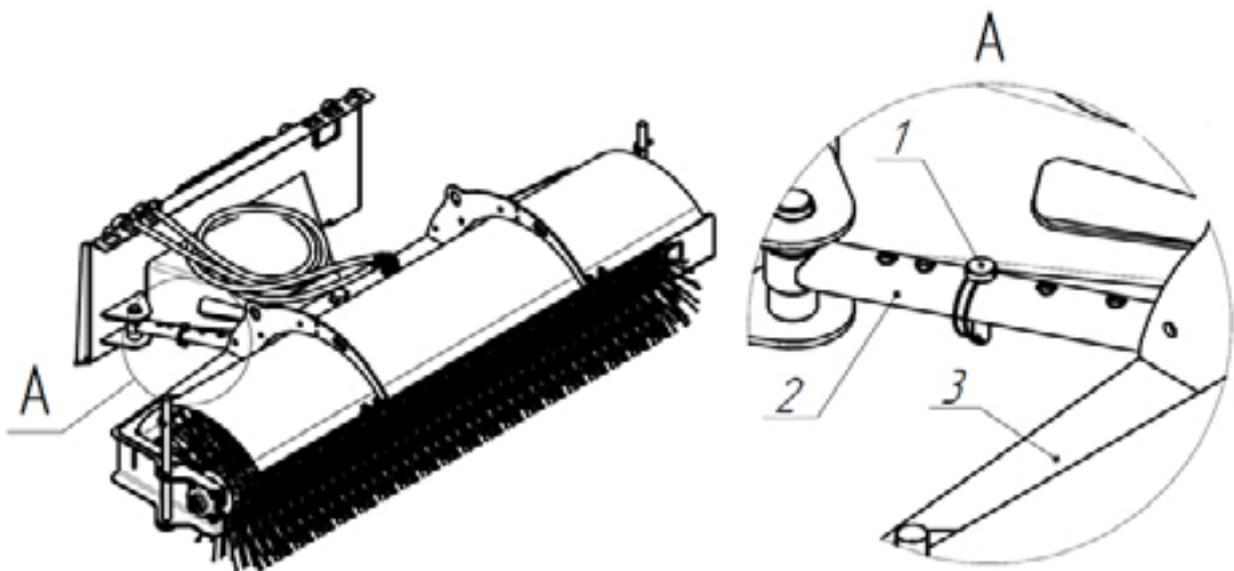

Рис. 7 - Ручная регулировка угла поворота щетки
- Извлеките фиксатор поз. 1 (Рис. 7) из направляющей поз. 2 (Рис. 7)
- Поверните корпус подметающего катка поз. 3 (Рис. 7) вправо или влево до совмещения технологических отверстий в направляющей.